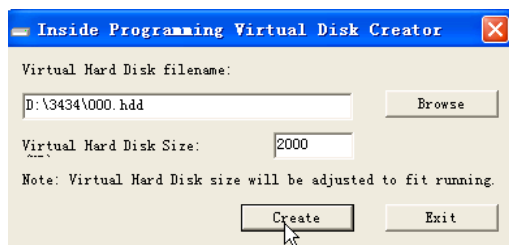

图 5-100 建立 2000 MB 磁盘
(1) 我们按前面章节介绍的方法来建立虚拟磁盘。我们建立一个 2000MB 的磁盘。建立 2000 MB 磁盘如图 5-100 所示。